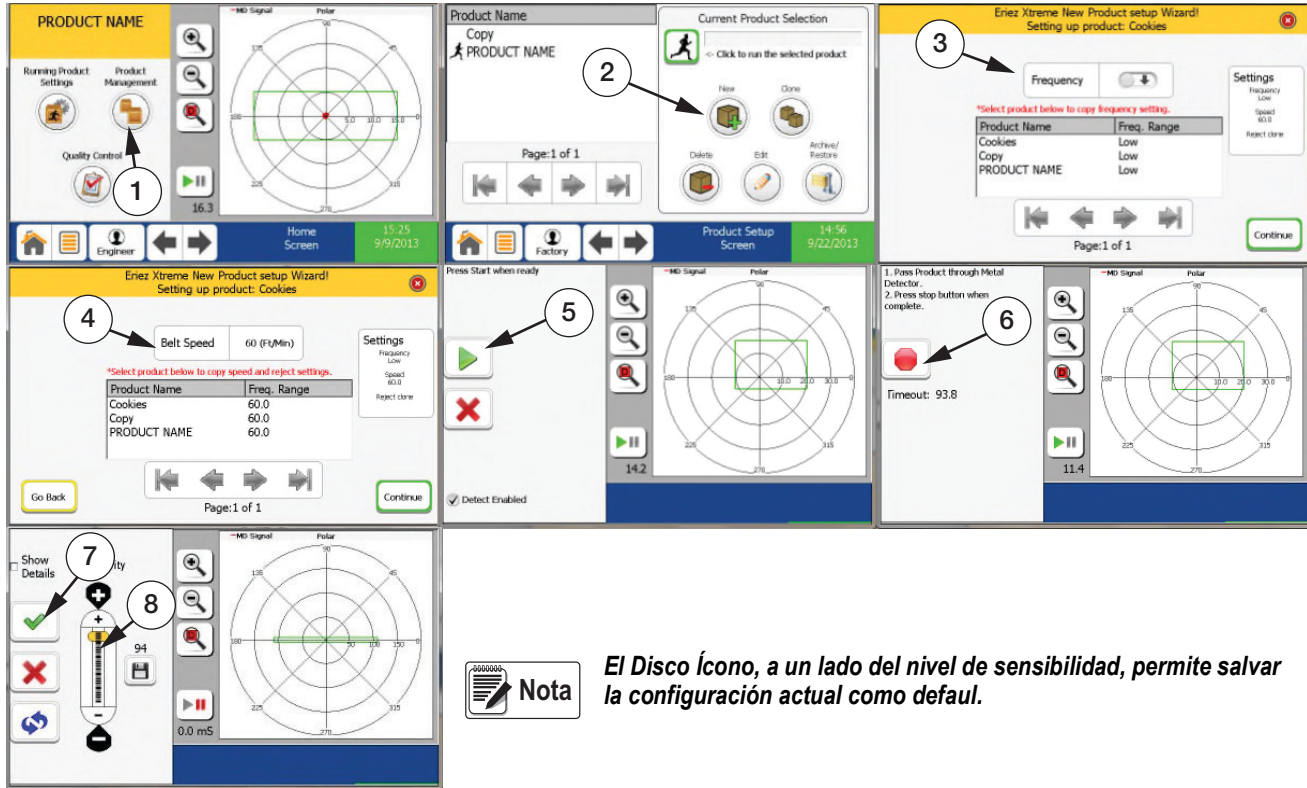

Figura 4-1. Asistente de Instalación del Producto
7. Si las asignaciones son aceptables, seleccione . Si desea ser más agresivo con la sensibilidad, haga un ajuste deslizando la reglilla de sensibilidad (Punto 8 en la Figura 4-1).
Nota La reglilla de sensibilidad (Punto 8 en la Figura 4-1) está fijada en 94 como default. En la mayoría de los casos no es necesario un ajuste para lograr los niveles de sensibilidad deseados. La reglilla adquiere 100 como máximo y 0 como mínimo.
Nota La reglilla de sensibilidad (Punto 6 en la Figura 4-1 on pagina 50) está fijada en 94 como default. En la mayoría de los casos no es necesario un ajuste para lograr los niveles de sensibilidad deseados. La reglilla adquiere 100 como máximo y 0 como mínimo